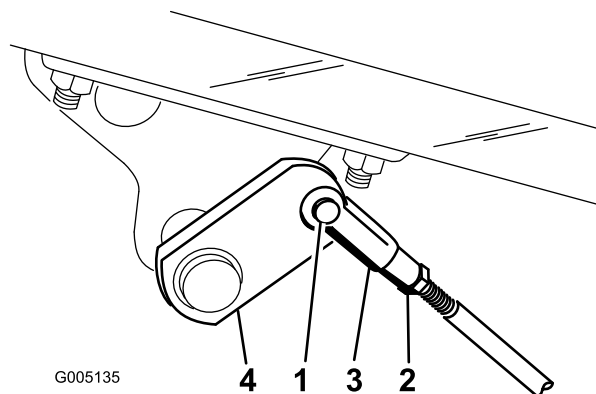

Figura 57
2. Nel caso in cui i freni non si blocchino in modo uniforme, togliete la coppia e il perno del cavallotto per scollegare le aste dei freni (Figura 57).
3. Allentate il controdado e regolate il cavallotto come opportuno (Figura 57).
4. Montate il cavallotto sull'albero del freno (Figura 57).